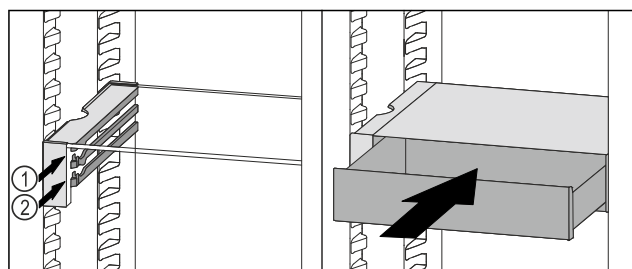

Fig. 180
- Placer le tiroir VarioSafe derrière les butées sur la nervure désirée Fig. 180 (1) ou Fig. 180 (2).